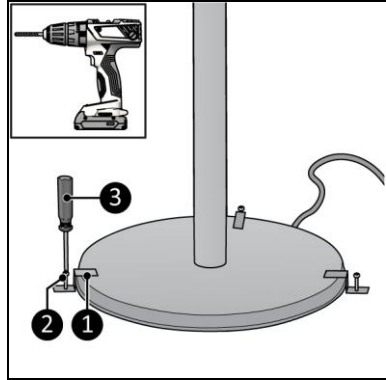

Abbildung 11
2. Platzieren Sie die drei Befestigungsbügel (Abbildung 11, Pos. 1) auf dem Fuß und über dem Loch.
3. Schrauben Sie die Halterungen mit drei Schrauben (Abbildung 11, Pos. 2) und einem Phillips Kreuzschlitzschraubendreher (Abbildung 11, Pos. 3) fest.